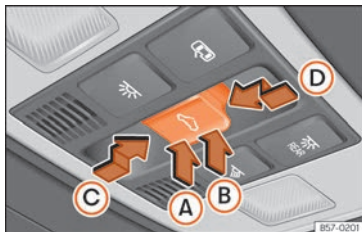

Fig. 148 En el revestimiento interior del techo: tecla del techo de cristal.
La tecla fig. 148 tiene dos niveles. En el primer nivel se puede situar el techo en la posición deflectora, abrir o cerrar total o parcialmente.
- Techo de cristal:* antes de que transcurran aprox. 5 segundos desde la activación de la función antiaprisionamiento, presione la tecla  »» fig. 148 hasta el segundo nivel en el sentido de la flecha »» fig. 148  hasta que el techo se cierre completamente.